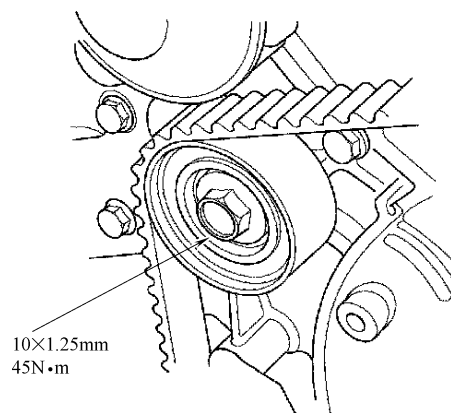

图 23-111 紧固惰轮螺栓
6) 按照图 23-111 所示, 把惰轮螺栓紧固至 $45\text{N} \cdot \text{m}$ 。